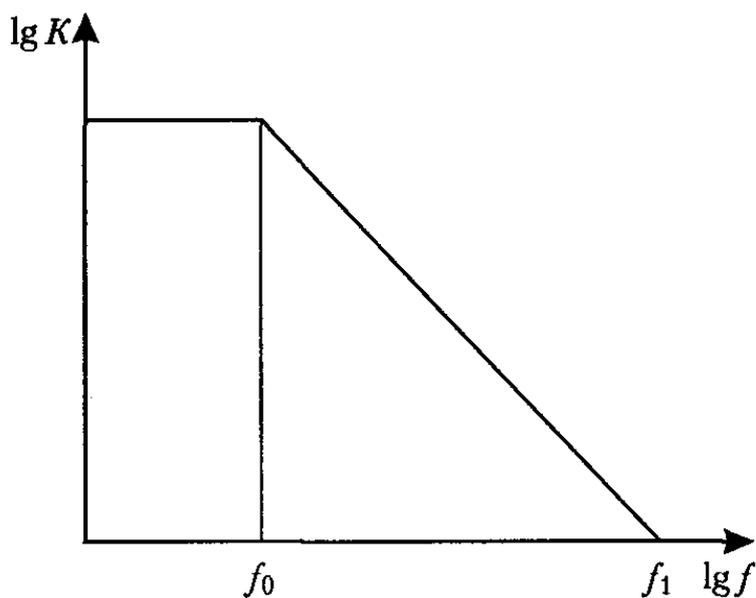

Рис. 89
9. Частота единичного усиления f_1 , характеризует частотные свойства ОУ в режиме усиления малых сигналов. Это та частота, на которой коэффициент усиления напряжения становится равным единице. В ОУ предусмотрено включение корректирующих цепочек с тем, чтобы устранить самовозбуждение на высоких частотах, неизбежно возникающее при больших коэффициентах усиления и охвате ОУ обратной связью. Поэтому частотная характеристика ОУ имеет специфичный вид (рис. 89). Если рассматривать зависимость логарифма коэффициента усиления как функцию логарифма частоты, то, начиная с некоторой частоты f_0 , наблюдается линейное уменьшение $\lg K$ вплоть до частоты f_1 , на которой $K = 1$, а $\lg K = 0$. Практически $f_0 = 10 - 20$ Гц, $f_1 = 0,5 - 5$ МГц.